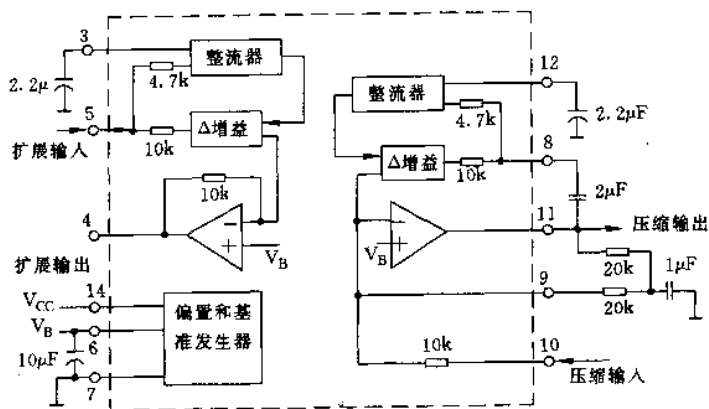
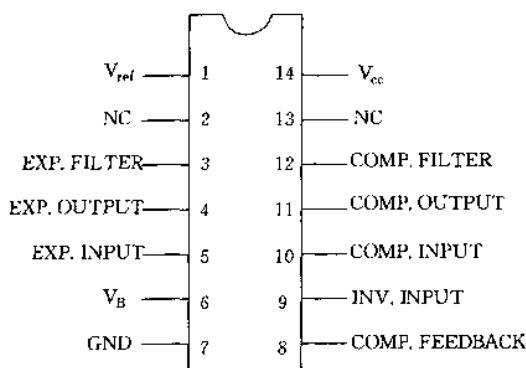

图 2-29
图 2-30
(1) $\mu C33110$ 压缩扩展器的简化框图和引脚图见图 2-29 和图 2-30 所示。引脚说明如下: